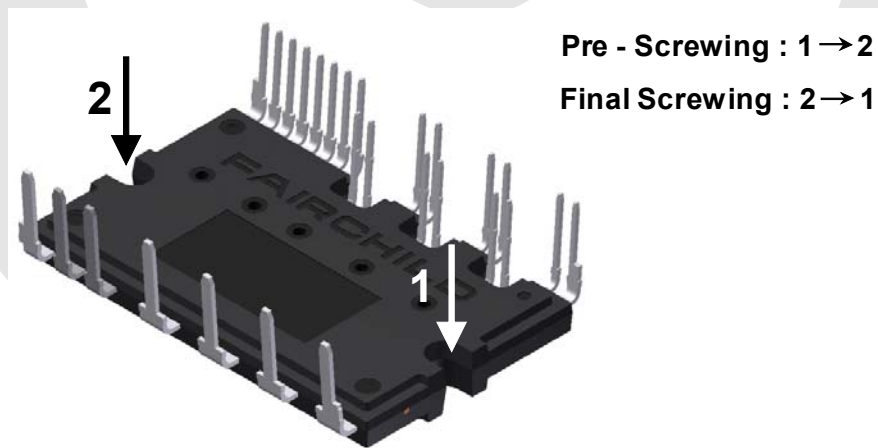

图 10. 安装螺钉时的扭紧顺序
| | 见图 10 | 建议 7.1 kg·cm | 6.2 | 7.1 | 8.1 | kg·cm |
- 12. 避免用力不均衡。图 10 显示了安装螺钉时, 推荐的扭紧顺序。安装不平整会破坏封装 DBC 基底。预旋紧扭矩约为最大额定扭矩的 20 ~ 30%。